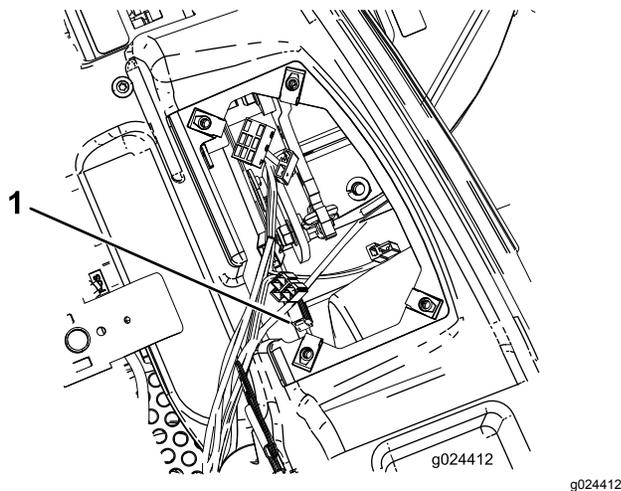

Figura 48
3. Agarre el fusible del motor y retírelo del bloque de fusibles en línea recta (Figura 48).